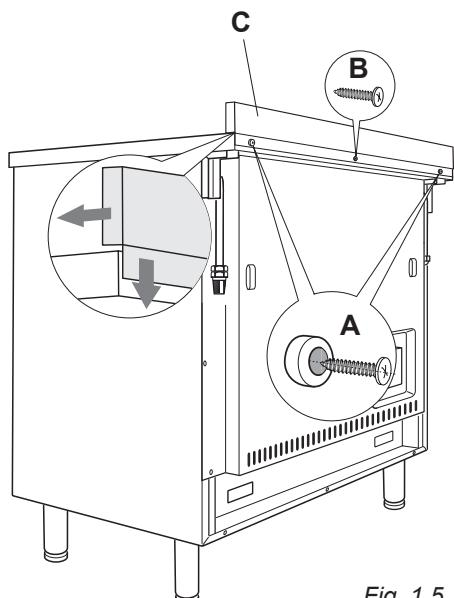

Fig. 1.5
- Enlever les entretoises “A” (fig. 1.5) en devissant la vis de fixation.
- Appliquer le dosseret comme illustré dans la figure et le fixer avec la vis centrale “B” et les deux vis latérales en interposant les entretoises “A” (fig. 1.5).